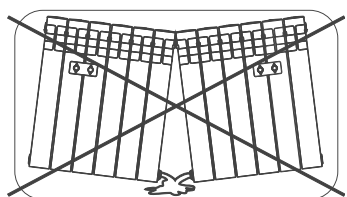

рис. 2
7.4. Для монтажа радиаторов с числом секций до 12 используйте 2 кронштейна, для 12 и более 3 кронштейна (2 сверху, 1 снизу) (рис. 2)